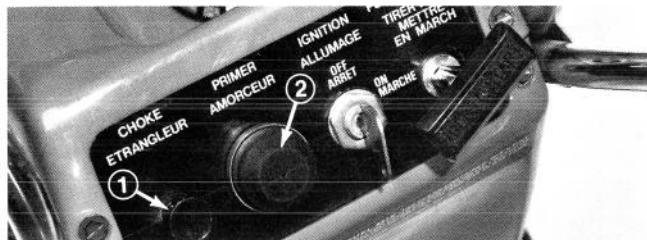

Figure 6
2. Tirez l'étrangleur (Fig. 6).
3. Appuyez, du pouce, au centre du bouton d'amorçage de manière à couvrir le trou (Fig. 6) – Selon la température du lieu où se trouve la déneigeuse, poussez l'amorceur 1 à 4 fois. Pour les températures supérieures à -7°C (+20°F), poussez une ou deux fois; aux températures inférieures à -7°C (+20°F) poussez trois ou quatre fois. Par très grand froid, en dessous de -23°C (-10°F), poussez le bouton d'amorçage cinq ou six fois.
4. Tournez la clé d'allumage à la position MARCHE (Figure 6).
1. Tournez la clé d'allumage à la position ARRÊT (Figure 6).